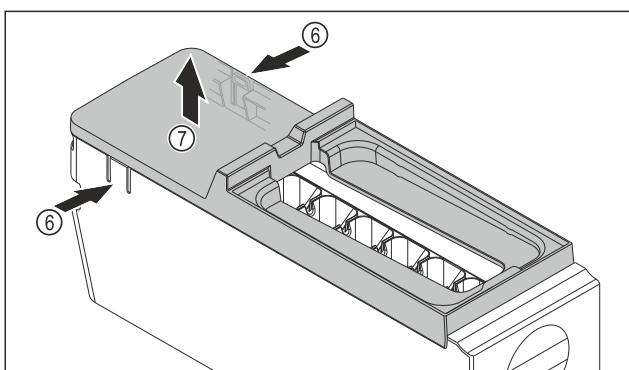

Fig. 79
- Зняти кришку з корпусу EasyTwist-Ice: натиснути однією рукою на накладки Fig. 79 (6) з обох боків корпусу EasyTwist-Ice.
- Зняти кришку Fig. 79 (7), потягнувши її вгору іншою рукою.